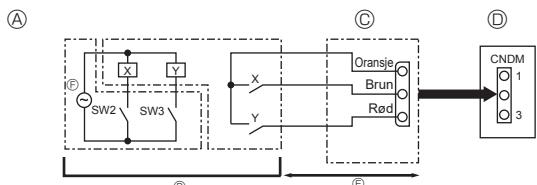

Fig. 8-2
8.2. Etterspørselfunksjon (modifisering på stedet) (Fig. 8-2)